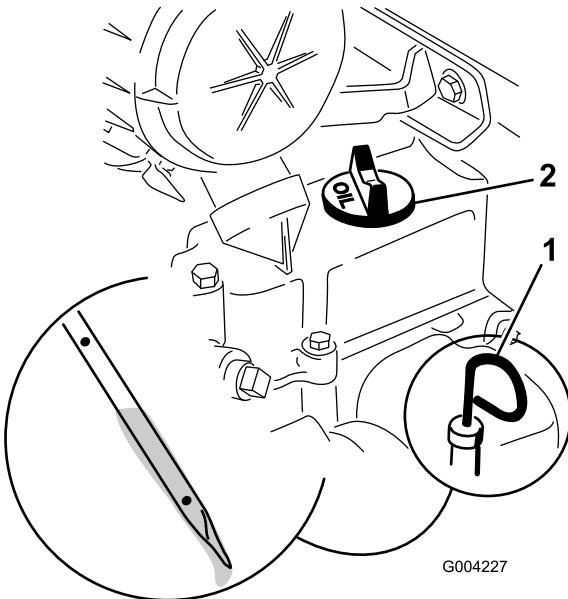

Рисунок 32
- Очистите область вокруг масломерного щупа (Рисунок 32).
- Вытяните масломерный щуп и вытрите металлический конец начисто (Рисунок 32).
- Вставьте щуп в масломерную трубку до упора (Рисунок 32).
- Если уровень масла слишком низкий (ниже отверстия в нижней части), очистите область вокруг крышки маслозаливной горловины и снимите крышку (Рисунок 32).
- Снимите крышку маслозаливной горловины (Рисунок 32) и медленно залейте примерно 80% от указанного количества масла через крышку клапана.